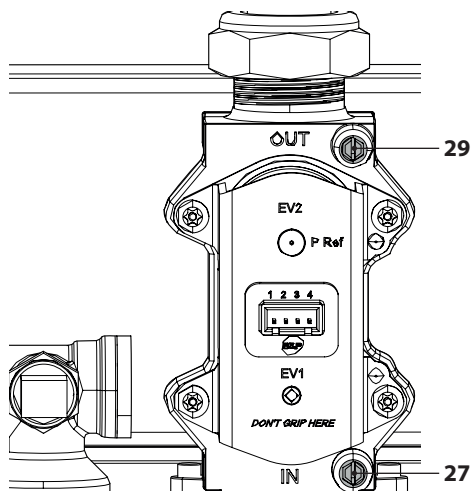

Figura 7.1
- A caldaia spenta (fuori servizio), controllare la pressione di alimentazione utilizzando la presa 27 in Figura 7.1 e confrontare il valore letto con quelli riportati nella tabella Pressioni di alimentazione gas nella sezione "Dati tecnici FLEX25" a pag. 26, "Dati tecnici FLEX30" pag. 30 e "Dati tecnici FLEX35" pag. 34.
- Richiudere bene la presa di pressione 27 in Figura 7.1.